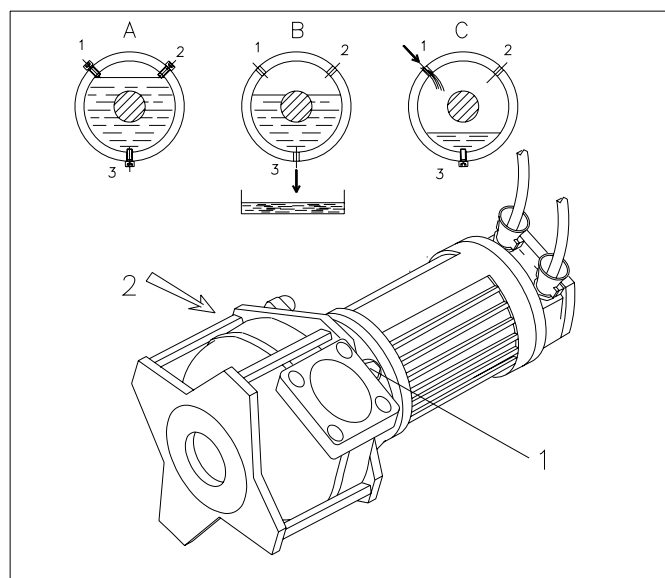

Fig. 7.8
Plaats de pomp horizontaal met de olieaftapplug (1) in de onderste stand (fig.7.8 positie A)
Draai de pomp terug in de oorspronkelijke positie en vul het oliereservoir met nieuwe olie, tot het olieniveau zich juist onder het vulgat bevindt (fig.7.8 positie A).